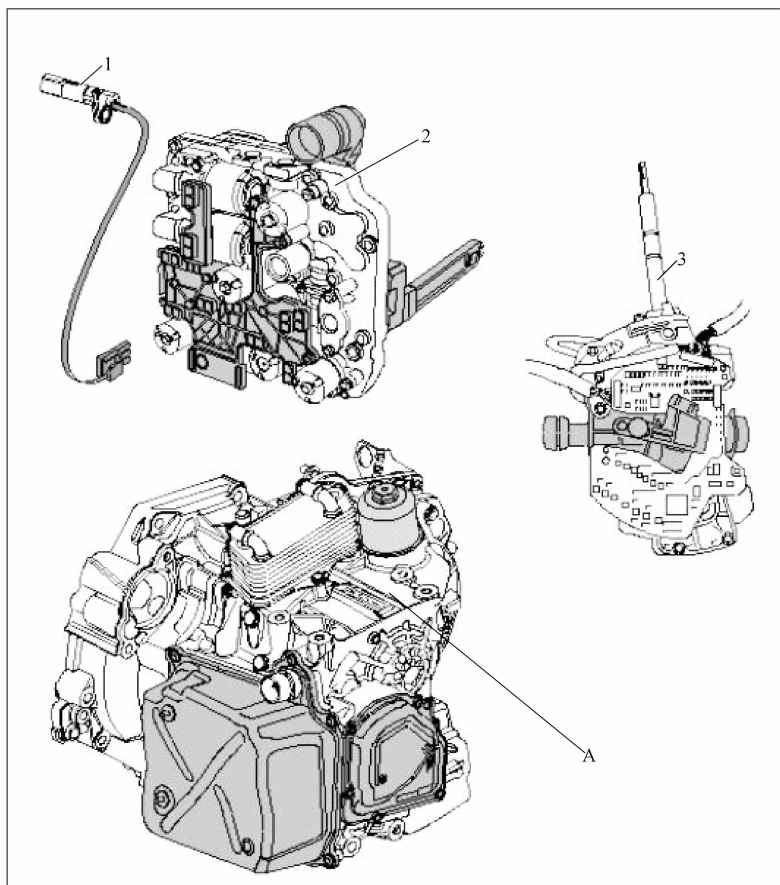

图 2-21 控制单元 J743
(1) 控制单元 J743 在变速器中的位置 如图 2-21 所示。